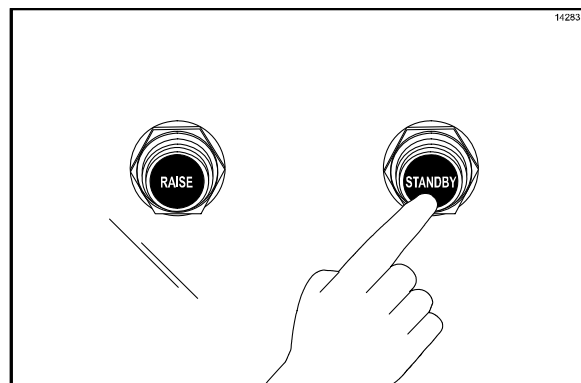

Рисунок 45
27. Нажмите на черную кнопку "ОЖИДАНИЕ", чтобы опустить центральную плиту. (См. рис. 45)